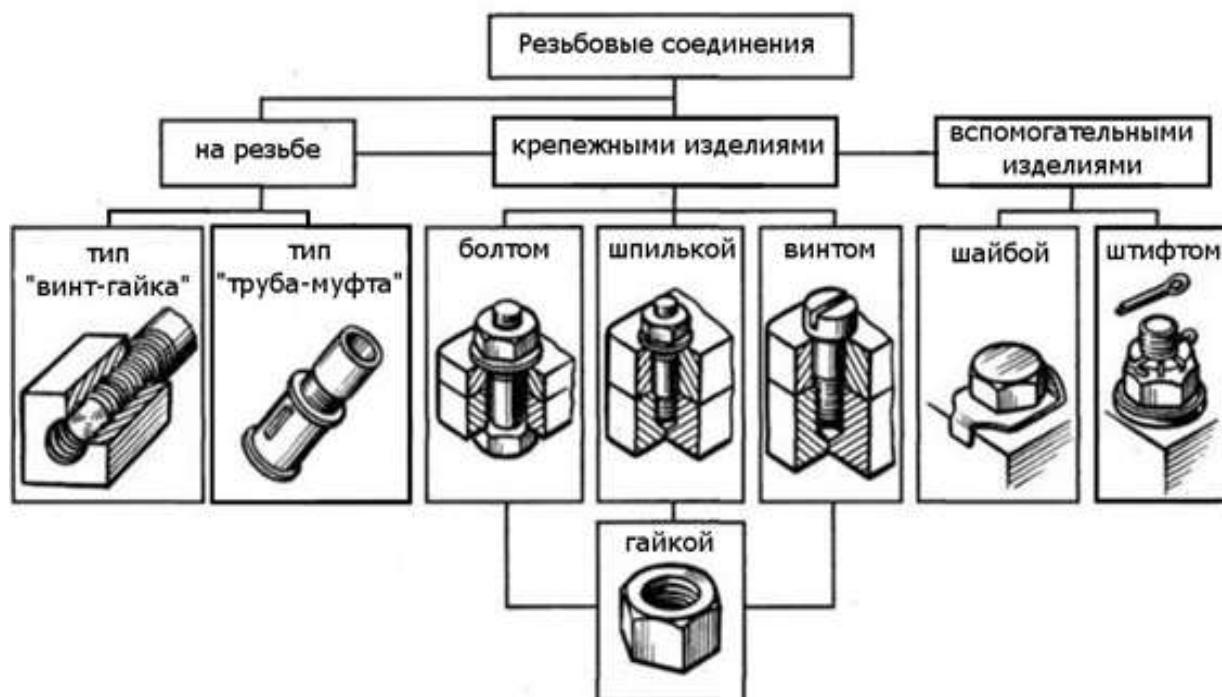

Рисунок 4. Резьбовые соединения
**Гайка** (Рис. 4) - это деталь с резьбовым отверстием, навинчиваемая на болт или на шпильку, и служащая для замыкания, скрепляемых с помощью болта или шпильки деталей соединения. При завертывании гайки на болт или шпильку нужно следить за тем, чтобы горец гайки был перпендикулярен оси резьбы, а поверхность торца плотно прилегала к поверхности детали.